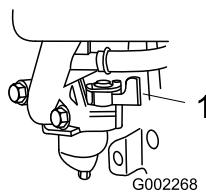

**Figure 12**
1. Nettoyez la surface autour du bouchon du réservoir de carburant (Figure 12).